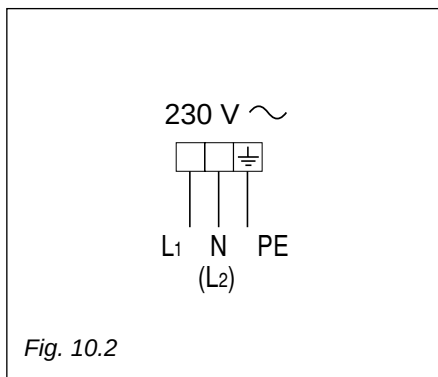

Fig. 10.2
- Reliez les fils à la borne serre-fils "B" comme illustré dans le schéma de la figure 10.2 et le fil de terre sur la borne "PE".